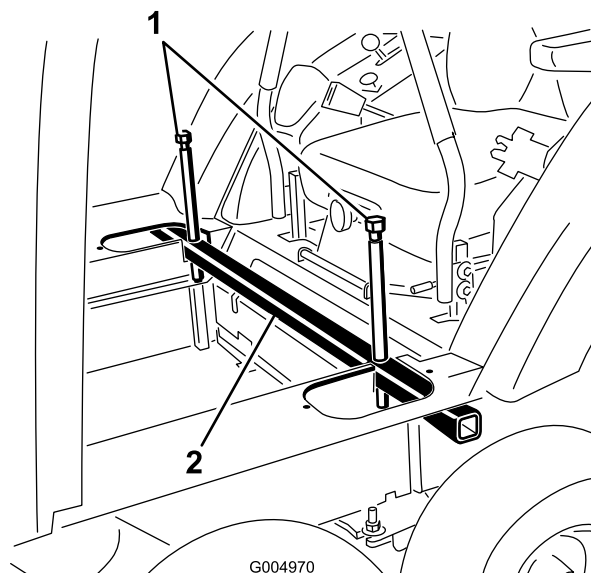

Figura 41
10. Baje la cabina a su posición final aflojando lenta y uniformemente los pernos de elevación en cada lado del tubo de elevación (Figura 41).